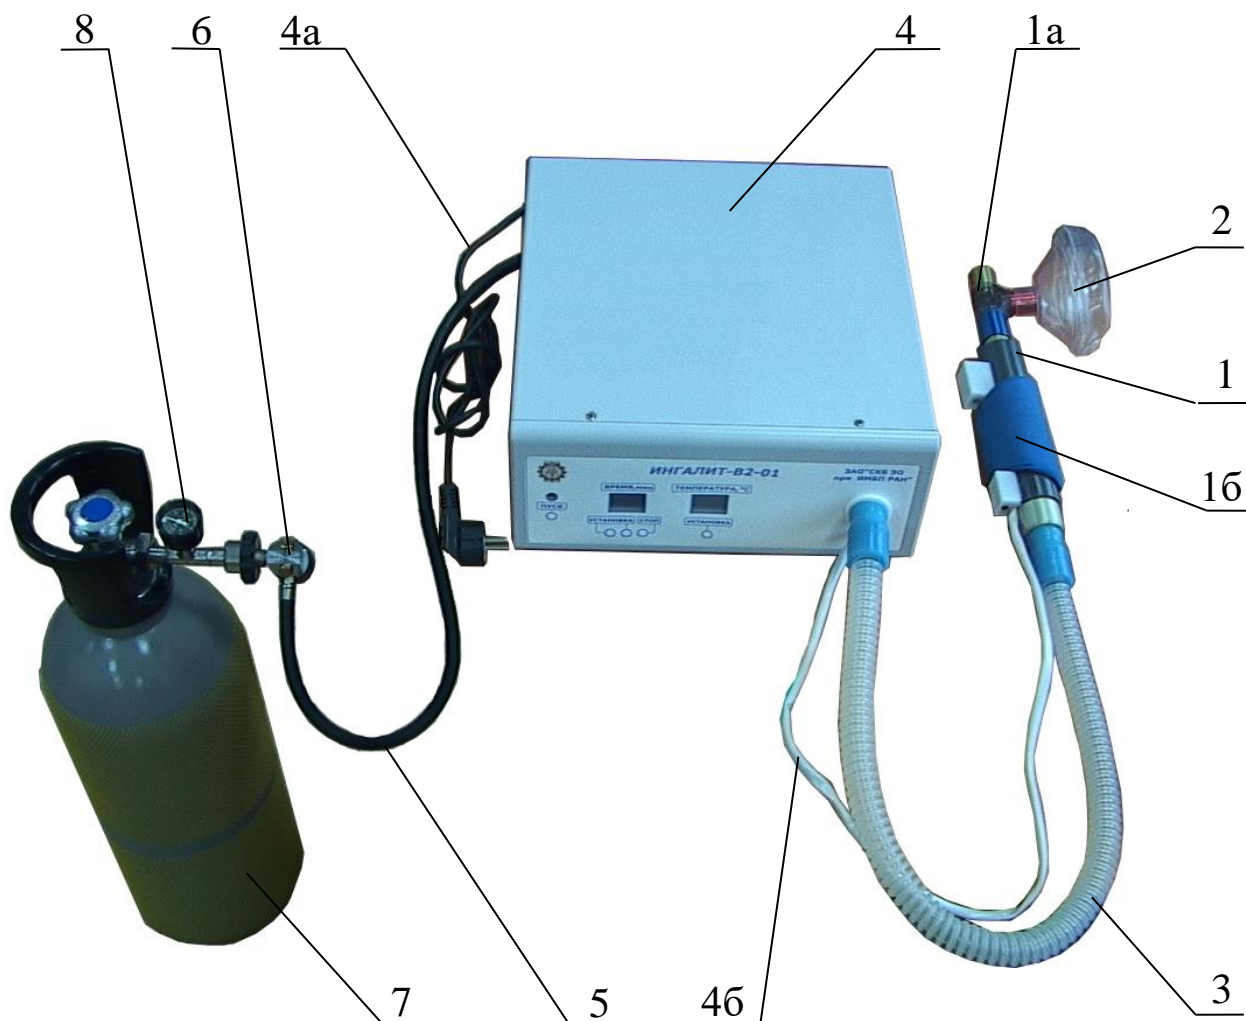

Рисунок 1 – Ингалятор для дыхания подогретой кислородногелиевой газовой смесью «ИНГАЛИТ – В2-01»
1.4.1 Ингалятор «Ингалит – В2-01» выполнен в виде настольного блока (Рисунок 1). Возможна установка ингалятора на полку аппаратного шасси с колесной платформой «ЭФА-М» LIGHT ООО «ЭФА медика».